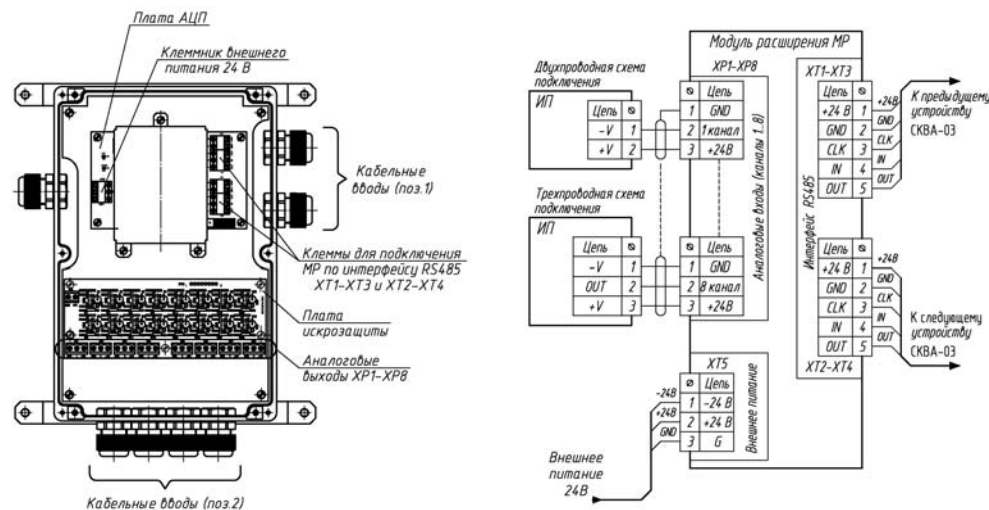

Рис.2
4.2 Подключение производить строго по схеме подключения рис.2.
4.3 Подключение ИП к МР и объединение МР с другими устройствами по интерфейсу RS485 выполняется по схеме рис.2 в следующем порядке:
- Подключите жилы кабелей к разъемам (ХР1-ХР8) (для удобства, разъемы можно вынуть) в порядке, указанном в проектной документации и в соответствии со схемой рис.2. Подключение ИП к МР выполняется по схеме рис.2 (полярность подключения кабеля в случае двухпроводной схемы значения не имеет).
4.4 МР имеет возможность питания 24 В от внешнего источника. Для этого необходимо подключить источник питания к разъему ХТ5 (рис.2) через соответствующий кабельный ввод.